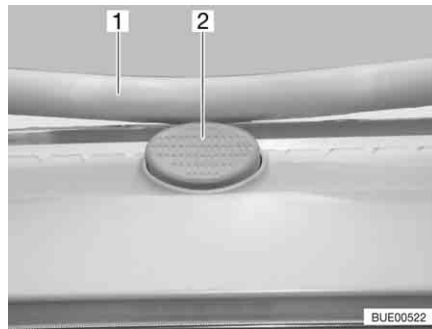

Bild 19 Sicherungsknopf an der Kipp-Dachhaube
- Den Sicherungsknopf (Bild 19,2) drücken und den Bügel (Bild 19,1) mit beiden Händen nach unten ziehen.
- Den Bügel mit beiden Händen nach oben drücken, bis der Bügel oberhalb des Sicherungsknopfes (Bild 19,2) liegt.